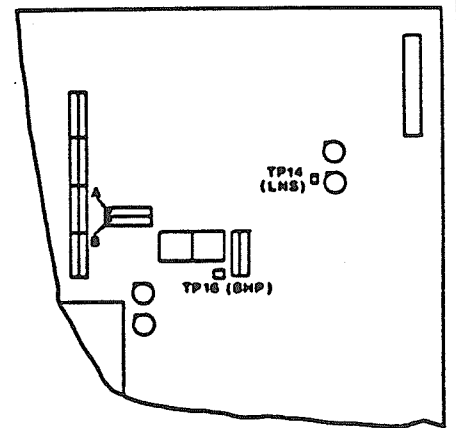

FIG.44
canal 1 : en TP14-BSK2(fig.44)
Canal 1 : TP16-BSK2 et masse (B) (fig.44).